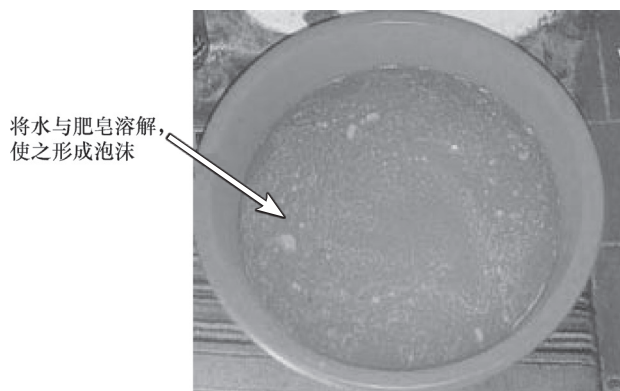

图 5-76 调制肥皂水
5) 用肥皂与水混合, 检查漏点, 如图 5-76 所示。首先检查室内机和室外机接口, 发现无漏点, 如图 5-77 所示。